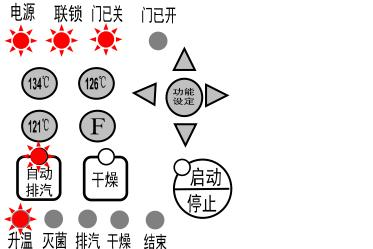

图 16
- 按下启动键，安全联锁锁止，“联锁灯”、“升温灯”亮起，灭菌器进入升温运行状态。图 16